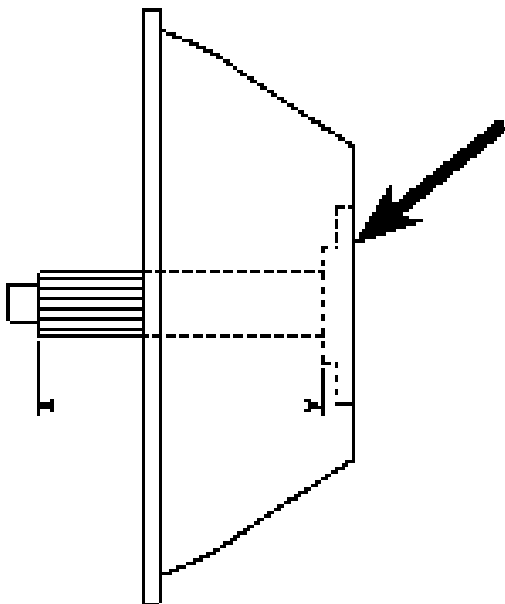

Figura 3
- Tapa del retenedor del rodamiento de la transmisión desgastada o incorrecta (refiérase a la figura 3)